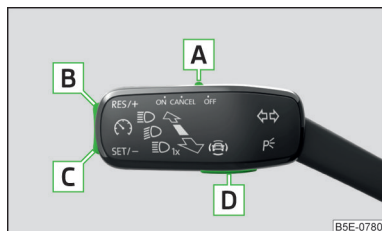

Fig. 278
**Vista general del sistema regulador de la velocidad del GRA » fig. 278**